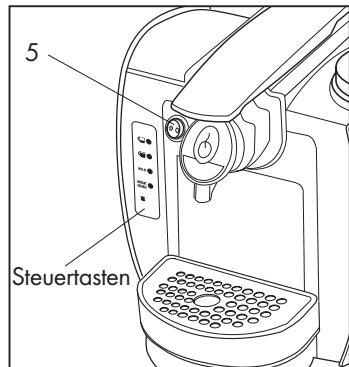

Abb. 4
(Abb. 4)
• Die Steuertasten beginnen zu blinken. Sobald die Temperatur erreicht worden ist, leuchten die Tasten fest, um zu melden, dass das Gerät betriebsbereit ist (**Abb. 4**).